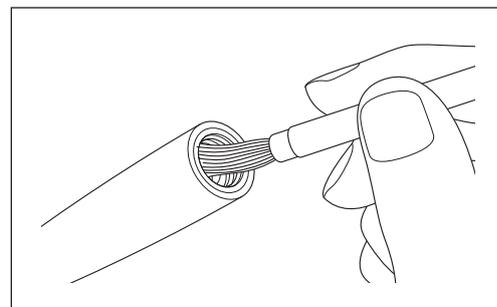

Fig. 39
- 3) Utilice la escobilla para limpieza suministrada para retirar el polvo de la sección interior donde la pieza de mano estaba conectada (Fig. 39).